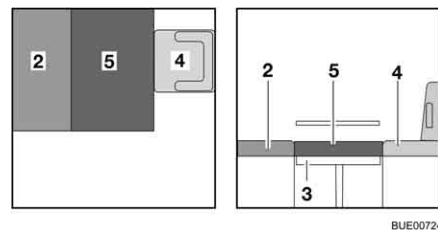

Fig. 117 Dopo la trasformazione
- Posizionare il cuscino aggiuntivo (Fig. 117,5) sul tavolo.
- Se necessario, spingere il sedile del conducente (Fig. 117,4) nuovamente all'indietro.